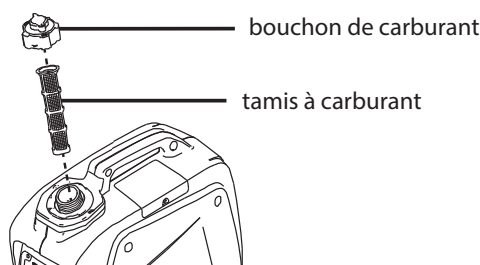

FIGURE 9
1. Retirer le bouchon et le tamis du réservoir de carburant. **VOIR FIGURE 9**